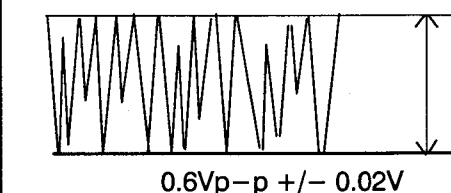

Fig.12.
1. Adjust **R3514** to obtain the waveform as shown in Fig.12.
- Mit **R3514** die Signalform nach Abb.12. einstellen.